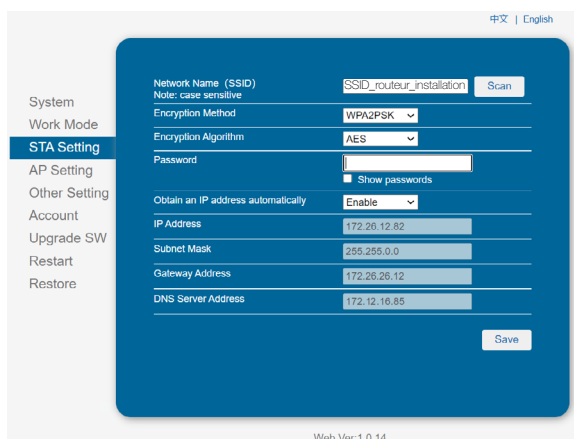

Fig. 48. Écran d'enregistrement du mot de passe.
- Saisir le mot de passe dans la case vierge et cliquer ou appuyer sur « Enregistrer » (cf. Fig. 48).